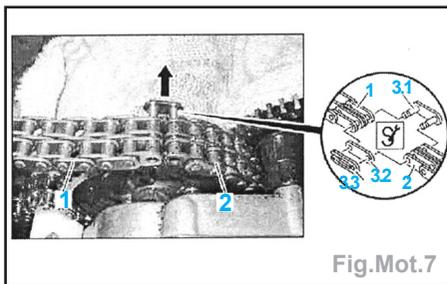

Fig.Mot.7
• Déposer l'agrafe de sécurité (3.3), la plaquette extérieure de montage (3.2) et le maillon amovible de montage (3.1). Poser de côté la chaîne de distribution usée (1) (Fig.Mot.7).